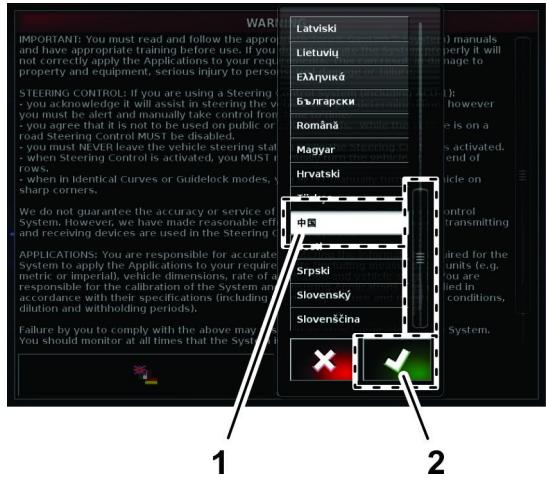

図 15
- 言語選択ボックスで、希望する言語を探して選択肢、 Yes アイコンを押す 図 15。